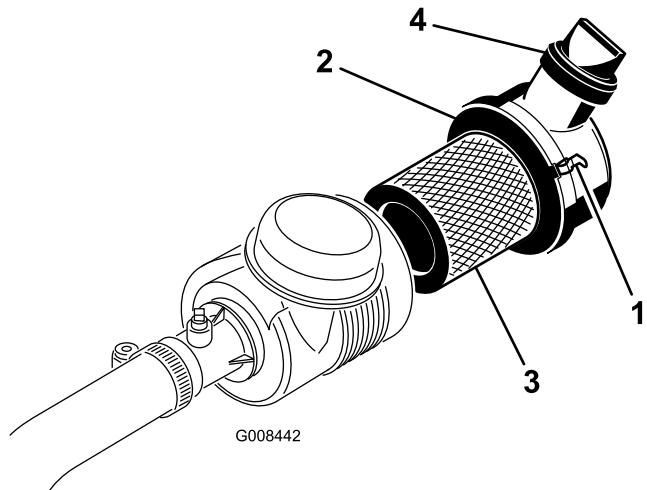

Bild 38
1. Lösen Sie die Laschen, mit denen die Abdeckung am Luftfilterkörper befestigt ist (Bild 38).
6. Montieren Sie die Abdeckung und befestigen Sie sie mit den Riegeln (Bild 38).